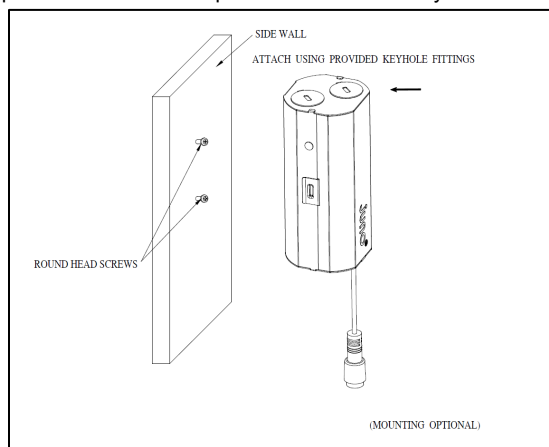

Figure 21
- Placez le boîtier du pilote distant dans le trou découpé (Figure 21). DOIT suivre le code électrique local pour la fixation rigide et le placement du boîtier de commande à distance. Pour les kits de montage en option, les fiches d'instructions pour le nouveau kit de plaques de construction et de poutres de sol sont disponibles sur [www.acuitybrands.com](http://www.acuitybrands.com) [www.acuitybrands.com](http://www.acuitybrands.com)